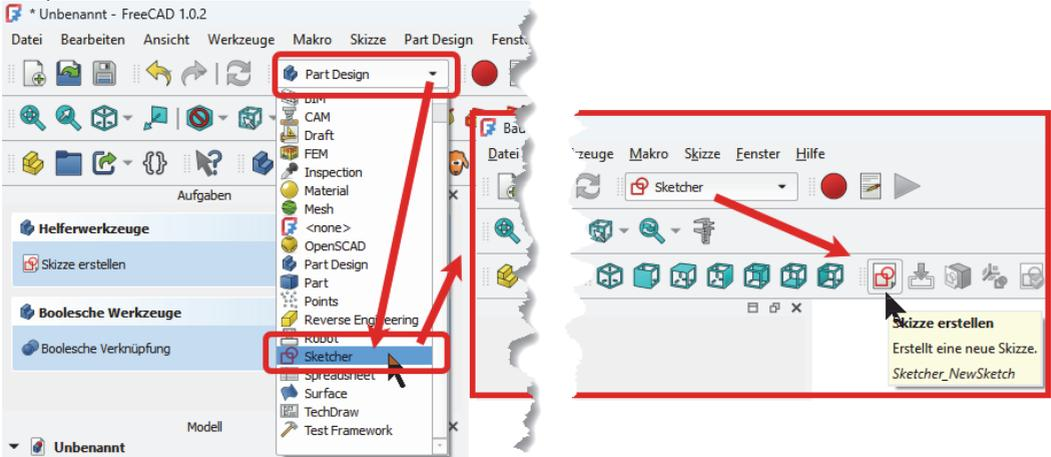

Abb. 2.4: Wechsel in den Arbeitsbereich SKETCHER und Skizze beginnen
- Sie können in der Drop-down-Liste des Arbeitsbereichs PART DESIGN  auf SKETCHER  umschalten (Abbildung 2.4) und dort dann in der Symbolleiste SKETCHER-BEARBEITUNGSMODUS das Werkzeug SKIZZE ERSTELLEN  wählen.